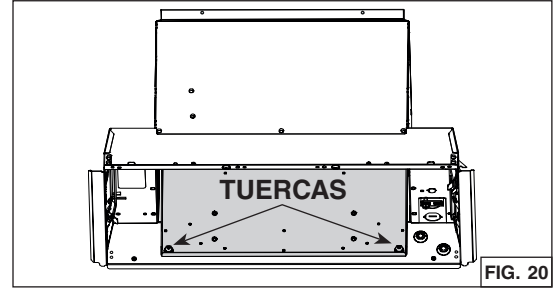

FIG. 20
- Desde el interior del aparato, retire la placa trasera (en gris en FIG. 20) retirando las 2 tuercas usando un casquillo de 3/8 pulg. de diámetro. Poner las tuercas y la placa a un lado.